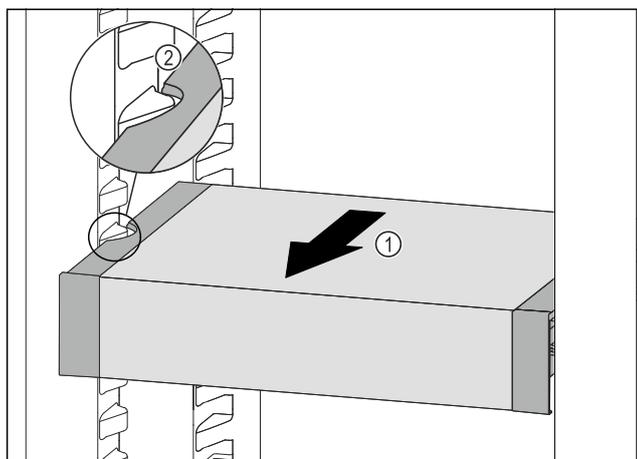

Fig. 105
- VarioSafe ťahajte dopredu Fig. 105 (1), kým sa bočné vybrania VarioSafe nebudú nachádzať vo výške rebra nádoby v chladničke. Fig. 105 (2)